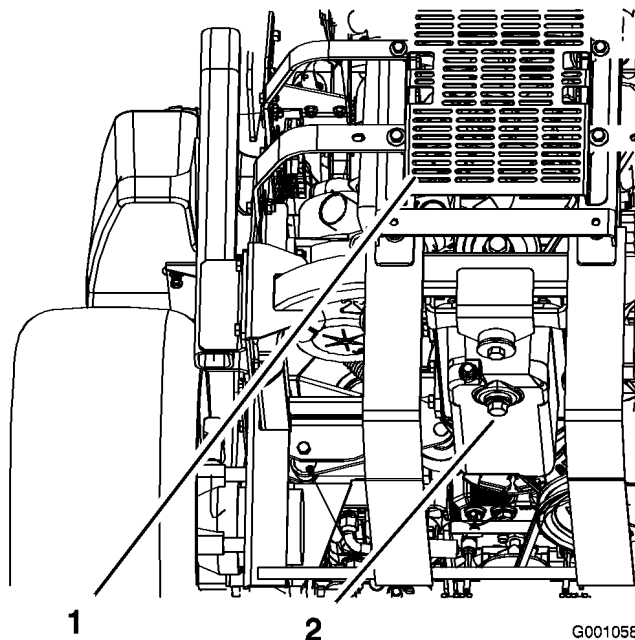

Bild 37
5. Stellen Sie eine Auffangwanne unter die Ölablassschraube. Entfernen Sie die Ablassschraube (Bild 37) und lassen das Öl vollständig ablaufen.